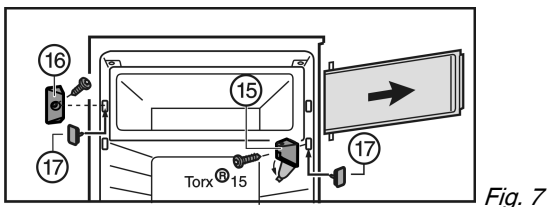

Fig. 7
- ▶ Afdekking van lagerbus Fig. 7 (15) wegklappen.
- ▶ Lagerbus Fig. 7 (15) met de vriesvakdeur losschroeven.
- ▶ Sluitstuk Fig. 7 (16) losschroeven.
- ▶ De vrij geworden gaten met de meegeleverde stoppen Fig. 7 (17) sluiten.